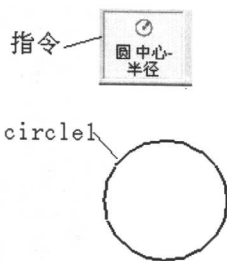

图 1-3 生成圆 1
(1) 利用工具栏“直线和圆弧”→“圆中心—直径”，以原点为圆心生成一直径 $D=40$ 的圆 (circle1)，如图 1-3 所示。